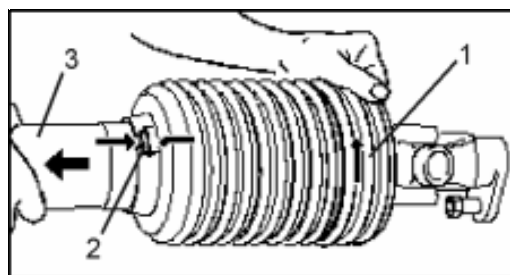

Fig. 7
- Beschermtrechter (Fig. 7/1) in de montagestand (Fig. Fig. 72) draaien.
- Bermhoes (Fig. 7/3) lostrekken.